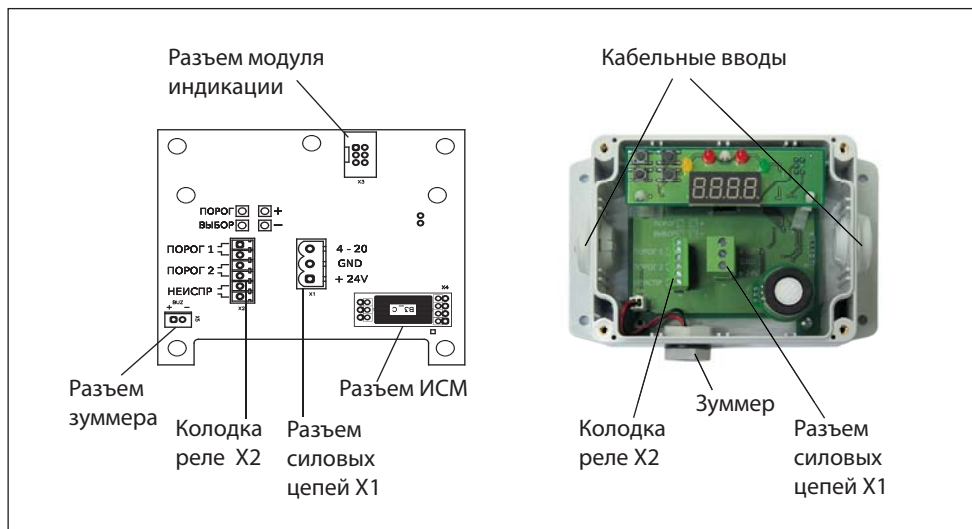
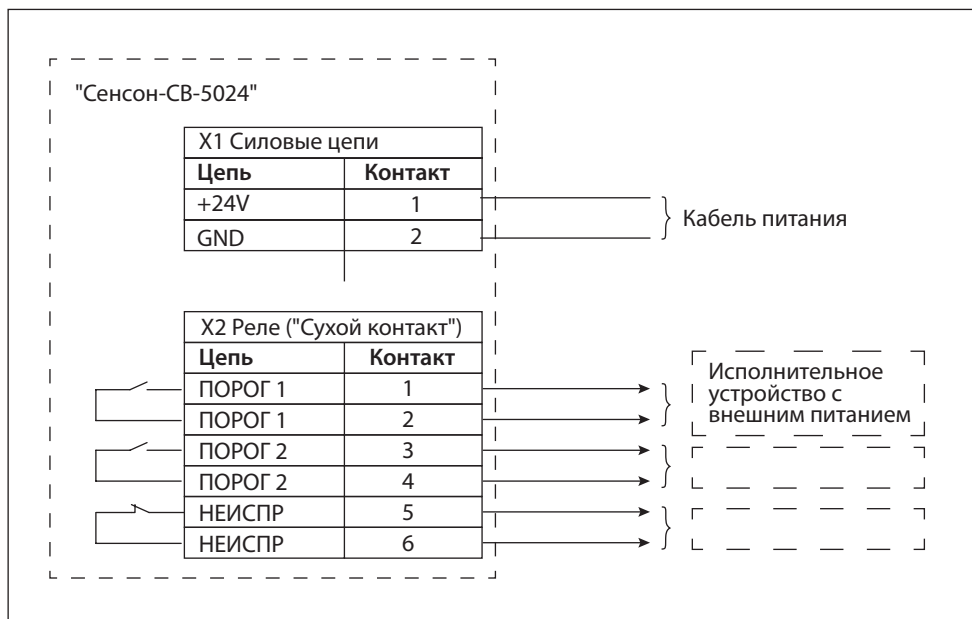

Рис.7. Коммутационные элементы
Рис.8. Схема подключения ГА "Сенсон-СВ-5024"
5. Отсоедините кабельную часть разрывных колодок. Подключите кабели в соответствии с маркировкой на плате (рис.7) и на схеме подключения (рис.8), прочно закрутите отверткой фиксирующие винты кабельных колодок.
7. Убедитесь, что разъемы модуля индикации и зуммера подключены (рис.7).
Последовательно нажимая кнопки ПОРОГ, ВЫБОР и "+", с помощью тестера сопротивления проверьте факт замыкания трех реле. Тестер необходимо подключать к проводам, соединенным с колодкой реле (см. рис.7, 8).